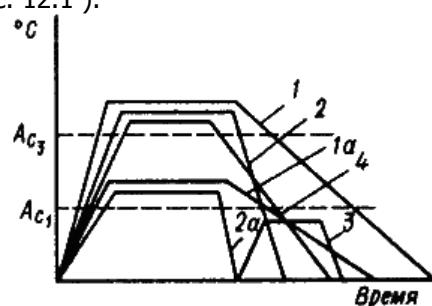

Рис.12.1. Графики различных видов термообработки: отжиг (1, 1а), закалки (2, 2а), отпуска (3), нормализации (4)
Термическая обработка представляет собой совокупность операций нагрева, выдержки и охлаждения, выполняемых в определенной последовательности при определенных режимах, с целью изменения внутреннего строения сплава и получения нужных свойств (представляется в виде графика в осях температура – время, см. рис. 12.1).
Характеризуется нагревом до температур выше критических и очень медленным охлаждением, как правило, вместе с печью (рис. 12.1 (1, 1а)).
Характеризуется нагревом до температур выше критических и высокими скоростями охлаждения (рис. 12.1 (2, 2а)).
Характеризуется нагревом до температуры ниже критической A_1 (рис. 12.1 (3)). Скорость охлаждения роли не играет. Происходят превращения, уменьшающие степень неравновесности структуры закаленной стали.